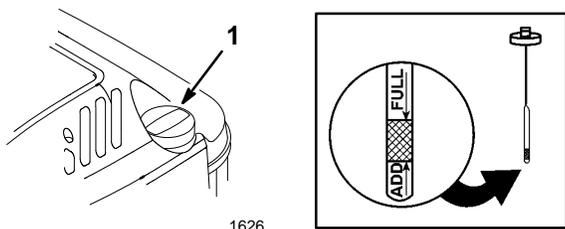

Figure 4
Avant chaque utilisation, vérifier que le niveau d'huile arrive entre les marques maxi (FULL) et mini (ADD) de la jauge (Fig. 4). Rajouter de l'huile si le niveau est bas.
1. Placer la tondeuse sur un sol plat horizontal et nettoyer tout autour du bouchon de jauge (Fig. 4).
5. Retirer la jauge et lire le niveau d'huile sur le bout de la jauge portant les marques FULL et ADD (Fig. 4).